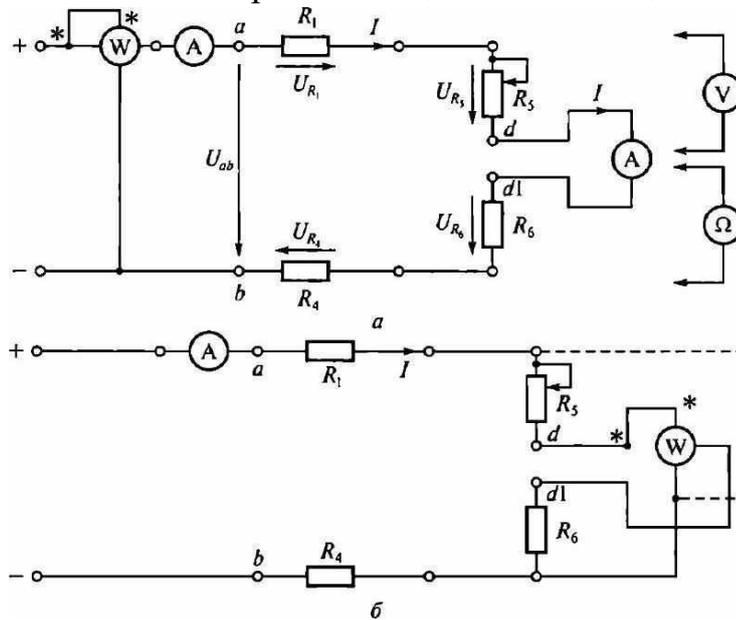

Рис. 2.1. Схемы ЭЦ постоянного тока для проверки:
3.2. Записать в протоколе испытаний применительно к ЭЦ, показанной на рис. 2.1, выражения для закона Ома, 2-го правила Кирхгофа и баланса мощностей.
3.5. Собрать ЭЦ в соответствии с рис. 2.1, а, установив вместо перемычки d — dl миллиамперметр постоянного тока. После проверки схемы преподавателем подать в ЭЦ постоянное напряжение U_{ab} . Установить любое значение U_{ab} в пределах 10 ... 20 В и занести это значение в табл. 2.1.
3.8. Не изменяя сопротивления резистора R5 и напряжения питания U_{ab} , измерить с помощью ваттметра мощность, потребляемую каждым элементом ЭЦ и всей цепью ($P_{аб}$). Для этого токовую катушку ваттметра включать последовательно с исследуемой ветвью, в катушку напряжения — параллельно ветви (см. рис. 2.1, б). Результаты занести в табл. 2.1.
5.2. Записать в протоколе испытаний применительно к ЭЦ, показанной на рис. 2.1, выражения для закона Ома, 2-го правила Кирхгофа и баланса мощностей.
5.3. В табл. 2.4 даны значения сопротивлений ЭЦ, приведенной на рис. 2.1. Напряжение питания U_{ab} задается преподавателем.